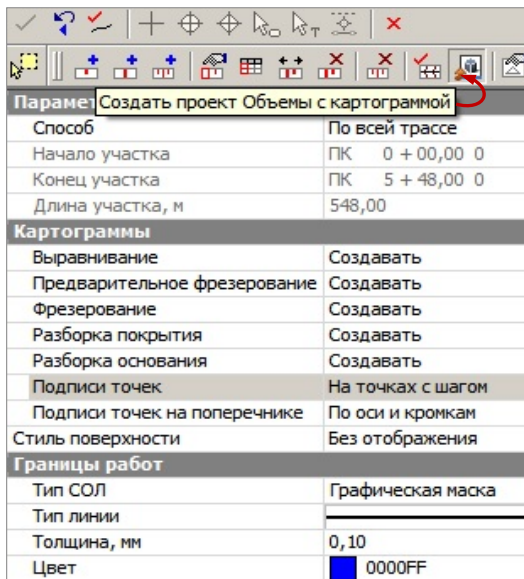

Рис. 24.1
Подписи точек и **Подписи точек на поперечнике** (на рис. 24.1 показаны параметры в окне профиля).
- точек по оси и кромкам покрытия (рис. 24.1).